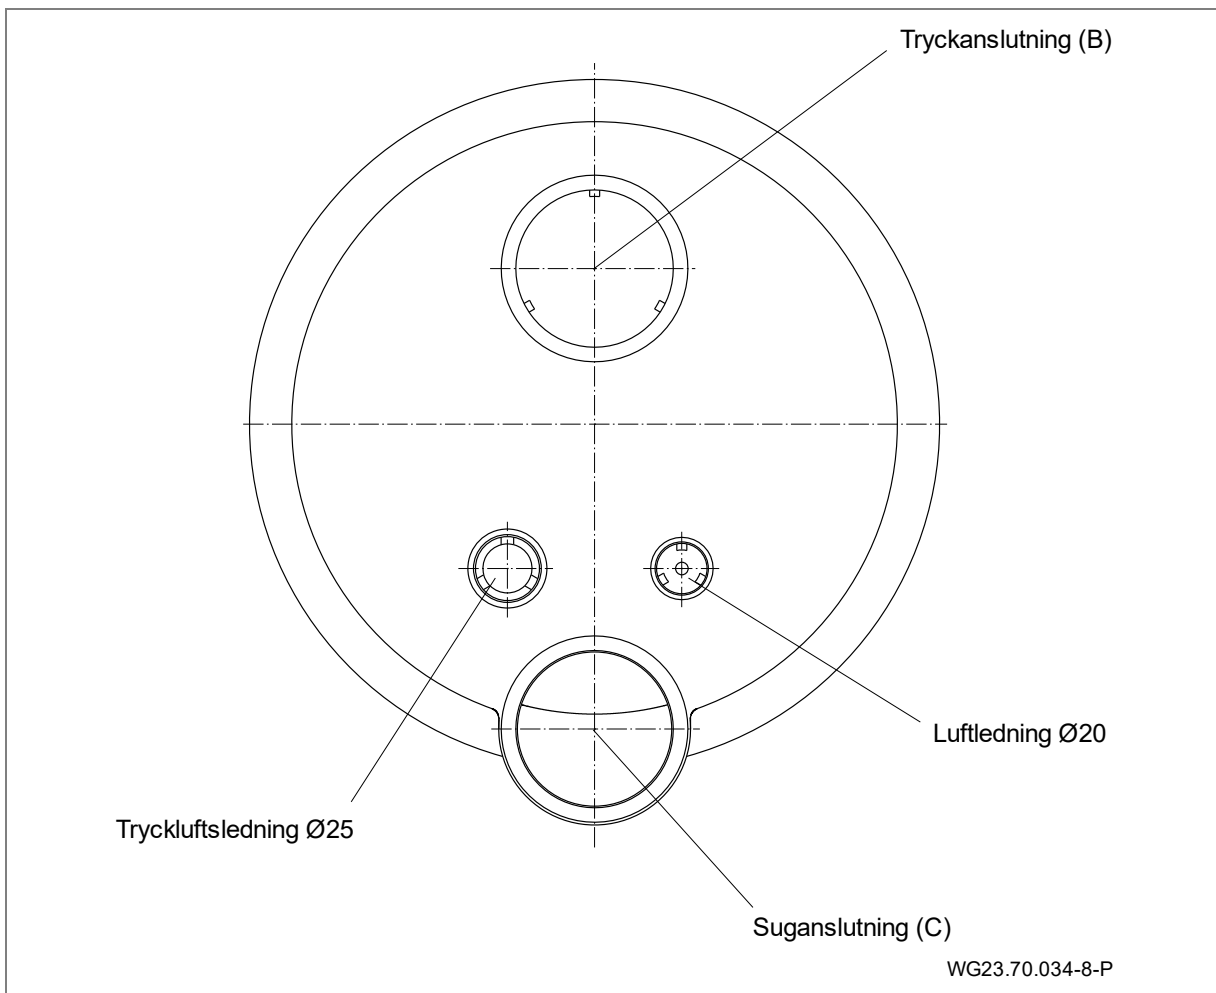
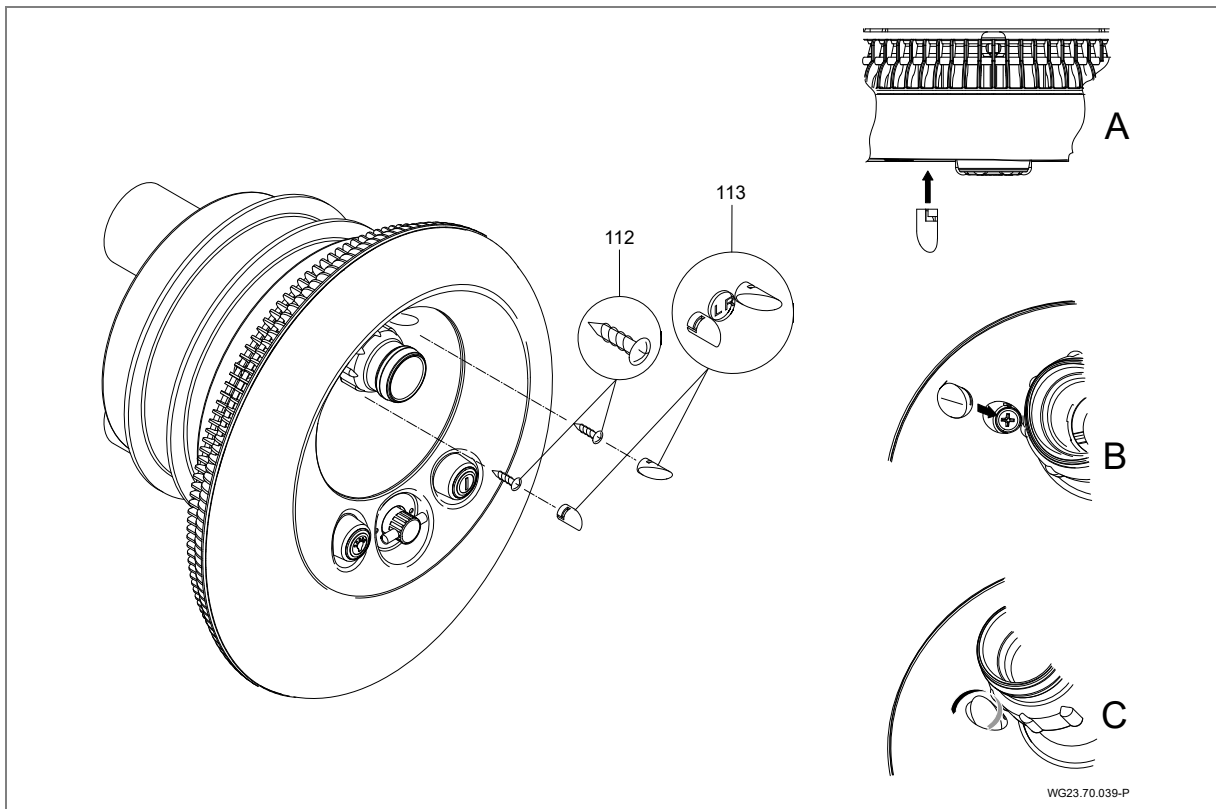

Bild 16
Bild 21
1. Limma kabelskyddsslangen och luftledningsslangen. (Bild 16)
10. Fäst dekorationslocken som på bild 16 A–C i ljuskåpan (110). Använd rätt dekorationslock för vänster (L) och höger (R). (Bild 21)
1. Lossa kabelförskruvningen (20).
4. Lås upp skyddet (113). Se "Bild 21" på sida 27
5. Lossa skruven (112) och ta bort ljuskåpan (110).
6. Lossa skruvarna (49) och ta bort kåpan av rostfritt stål (93).
7. Lossa skruvarna (95) och ta bort insugningshuset (107).
8. Lossa skruvarna (52) och ta av spännringen (28) och spännringstättningen (27).